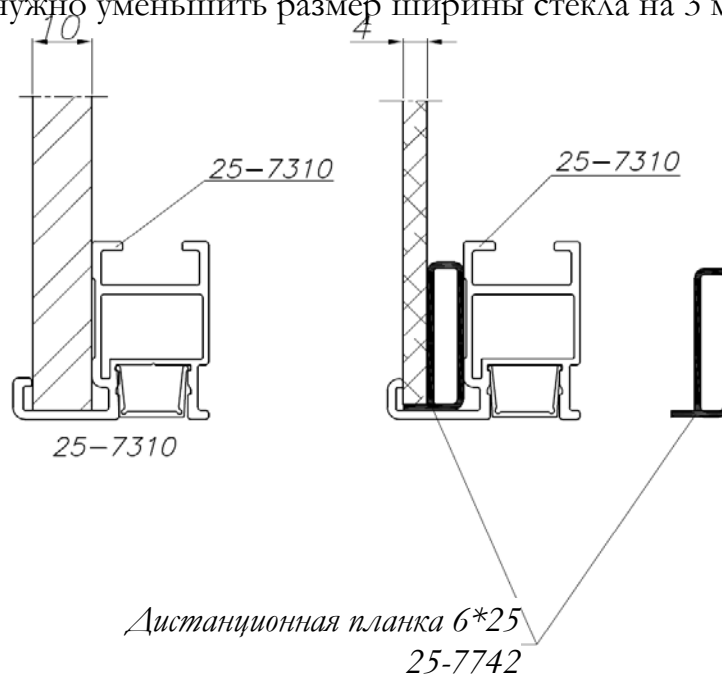

Рис. 13 Монтаж наполнений в дверях Heliodor с делениями в Вертикальном профиле
Для дверей с делениями в качестве вертикальных профилей использовать только вертикальный профиль 10x2750 **25-7310**. Рисунок 13 представляет монтаж наполнений из плиты 10 мм и стекла 4 мм.
1. Вер. 1 от 04.01.2016г., ст. 11 – изменился рисунок 13.